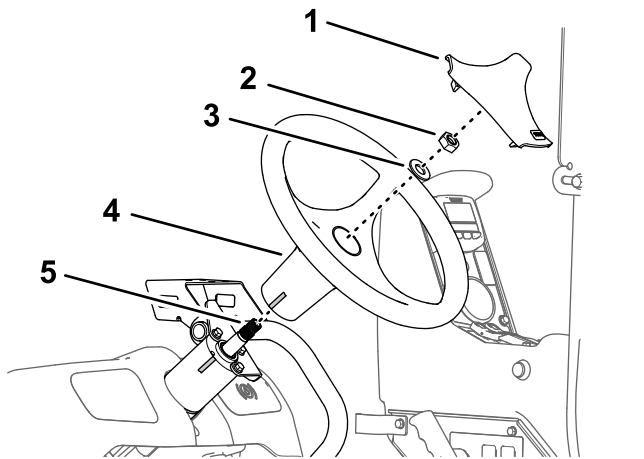

図 162
1. ハンドルに付けておいたテープマークを、ステアリングバルブのハウジングについているテールマークに合わせる 図 162。
2. ハンドルを、ステアリングバルブのシャフトに取り付ける 図 162 ステップ 3 **ハンドルを取り外す (ページ 71)** で取り外したワッシャ $\frac{5}{8}$ " とナット $\frac{5}{8}$ " を使用する。